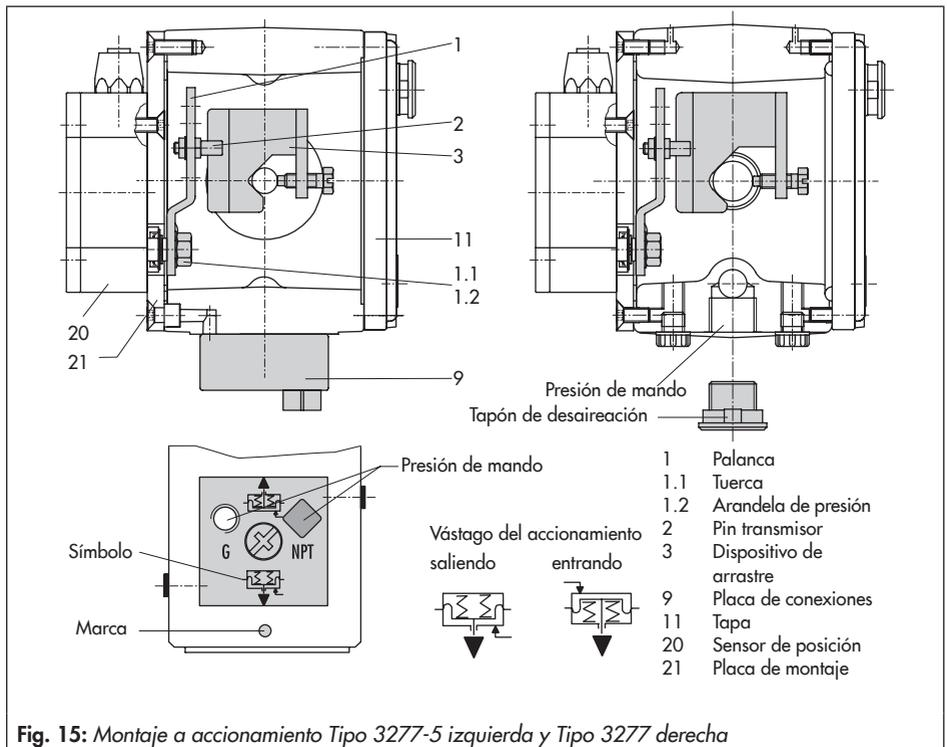

Fig. 15: Montaje a accionamiento Tipo 3277-5 izquierda y Tipo 3277 derecha
#### Accionamiento Tipo 3277-5 de 120 cm2 (fig. 15)
La presión de mando del posicionador se conduce a la cámara de la membrana del accionamiento a través de la conexión de la presión de mando de la placa de conexiones (9, fig. 15 izq.). Para ello, atornillar primero la placa de conexiones (9) de los accesorios al puente del accionamiento.
- Girar la placa de conexiones (9) de forma que la marca indique el símbolo que corresponda con la posición de seguridad "vástago saliendo" o "vástago entrando" (fig. 15 abajo).
- Asegurar que la junta plana de la placa de conexiones (9) quede bien colocada.